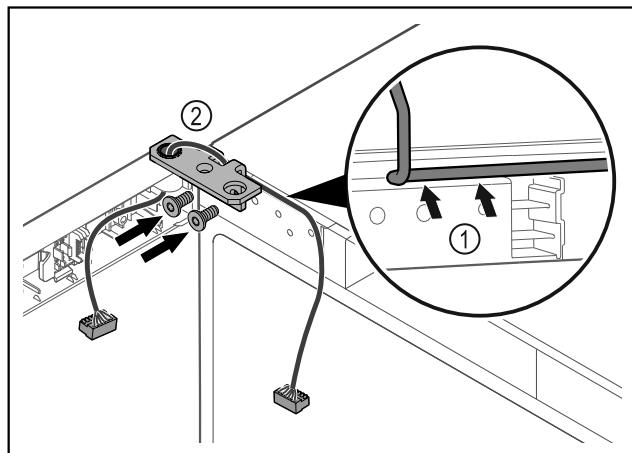

Fig. 41
- Кабель провести через віймку шарнірного кутика і обережно прокласти Fig. 41 (1).
- Накрутити шарнірний кутик Fig. 41 (2).